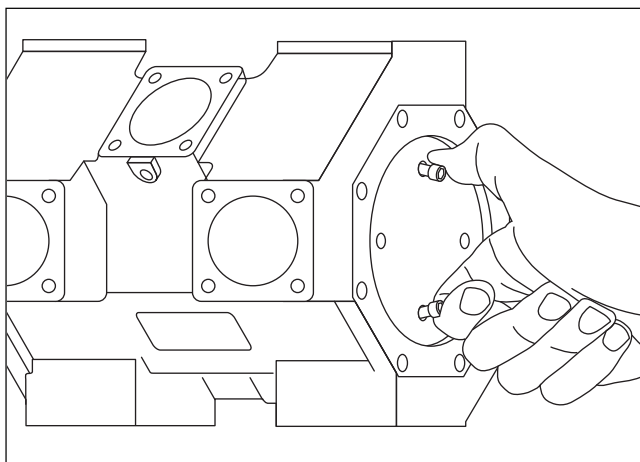

Рис. 4.3
3. Ослабить винты головки поршня и снять головку поршня, как показано на Рис. 4.3, сблизив головки двух ослабленных винтов.
3. Снять головку поршня и регулировочные шайбы и/или прокладки, ослабив и убрав винты головки поршня, посредством которых головка поршня крепится к поршню. Вновь установить, но не затягивать два винта, как показано на Рис. 4.3. Пальцами сблизить головки ослабленных винтов и извлечь головку поршня из цилиндра.